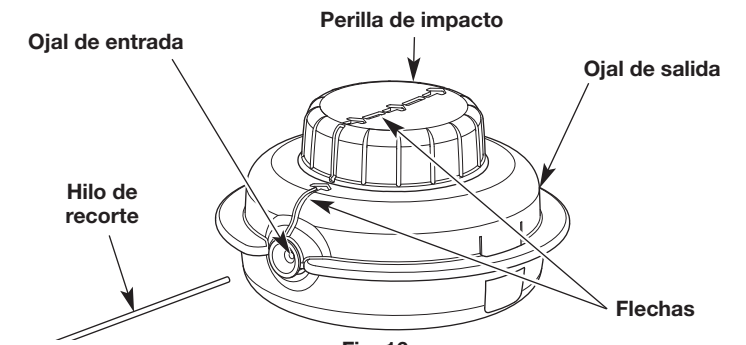

Fig. 16
3. Gire la perilla de impacto en el sentido de las agujas del reloj para alinear las flechas (Fig. 16).
4. Inserte el nuevo hilo de recorte en el ojal de entrada (Fig. 16). Oprima el hilo a través del cabezal de corte hasta que sobresalgan unas pulgadas por el ojal de salida. Tire del hilo hasta que los extremos tengan la misma longitud.